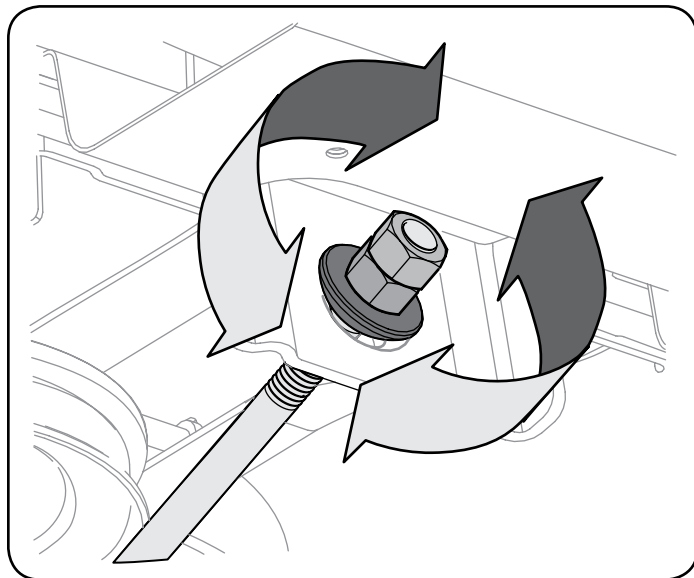

Figura 21
5. Para *eleva*r el frente de la plataforma, extraiga la tapa de extremo, afloje la tuerca exterior y apriete (rosca hacia adentro) la tuerca contra el soporte de suspensión delantera. Vea la Figura 21. Una vez alcanzado el ajuste adecuado, vuelva a ajustar la tuerca exterior y vuelva a colocar la tapa de extremo.
6. Para *baja*r el frente de la plataforma, extraiga la tapa de extremo, afloje la tuerca exterior y luego afloje (rosca hacia afuera) la tuerca, lejos del soporte de suspensión delantera. Vea la Figura 21. Una vez alcanzado el ajuste adecuado, vuelva a ajustar la tuerca exterior y vuelva a colocar la tapa de extremo.